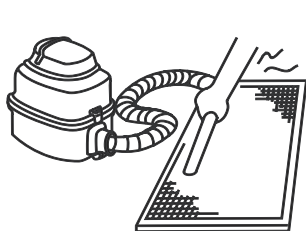

Рис. 16.2
- а) Во время чистки пылесосом приточный фильтр должен быть направлен вверх (см. рис. 16.2).